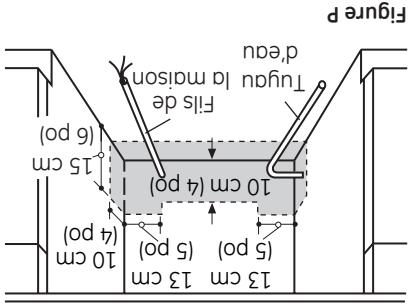

Figure 9
- Placer l'extrémité du tuyau de vidange par-dessus la sortie de la pompe de vidange et appuyer en prenant soin de ne pas entraver le clapet. Voir la figure 9.
Conseil pour réduire le bruit émis par la pompe de vidange Placer le collier du tuyau de vidange de sorte que la vis se trouve au bas du tuyau. Ceci empêche le bruit causé lorsque le collier entre en contact avec le fond du bac. Se reporter à la Figure 9.